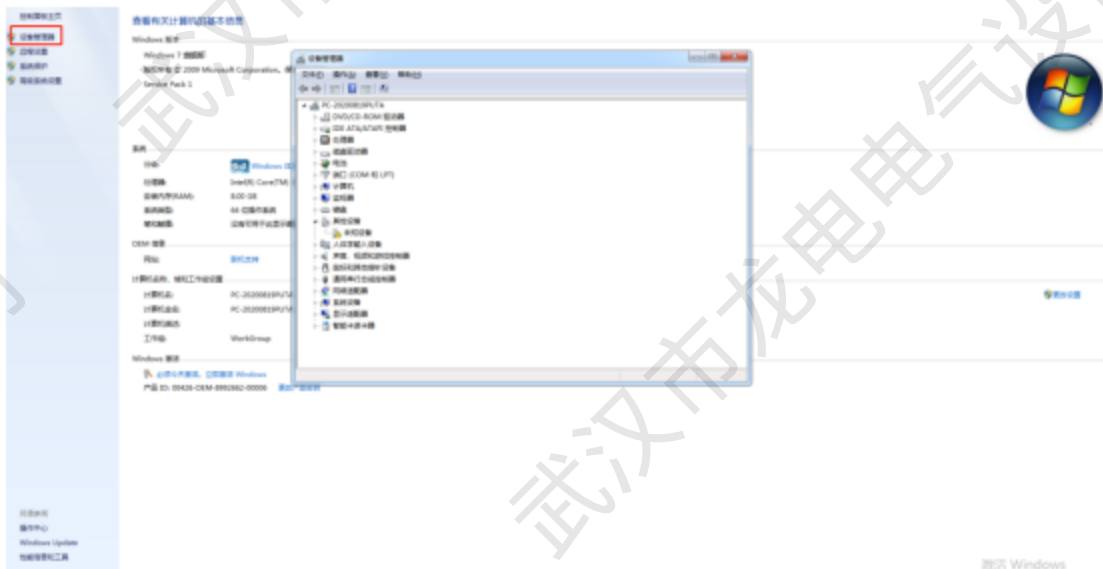

图 1-8
1、首先按照以下步骤，打开电脑的"控制面板".选择"设备管理器"就会出现如图 1-8 的界面；